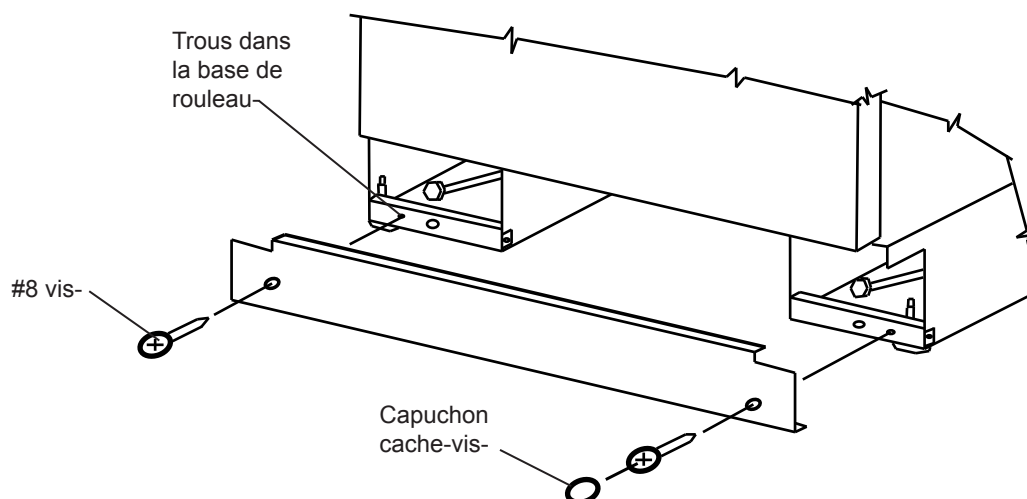

Figure 28
Utilisez deux (2) vis de tôlerie #8 (fournies) pour faciliter le maintien en place de la plaque de plinthe. Montez les vis dans les trous de la base à rouleur. Cachez les têtes de vis avec les capuchons fournis (Voyez la Figure 28).